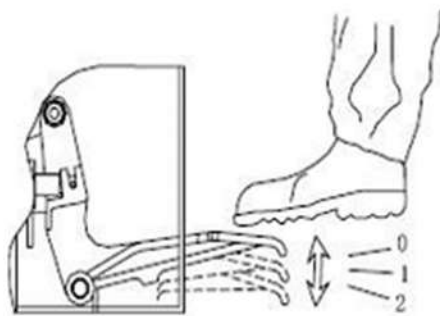
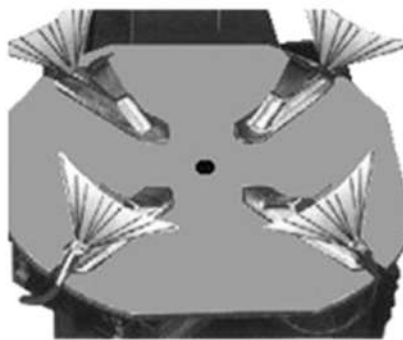

Fig 36
Fig 37
- Pressione o Pedal de Calibragem Rápida do Pneu para a posição central (Fig. 36, posição 1), o cabeçote de calibragem deve liberar ar.
- Pressione o Pedal de Calibragem Rápida do Pneu até o fim (Fig. 36, posição 2), um forte jato de ar deve sair dos orifícios das quatro corrediças de travamento das garras. (Fig. 37).